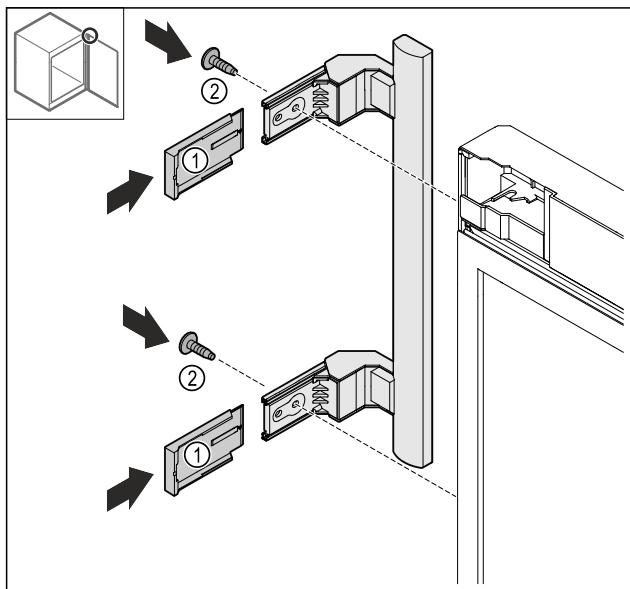

Fig. 25
- Uzbīdiet pārsegus Fig. 25 (1).